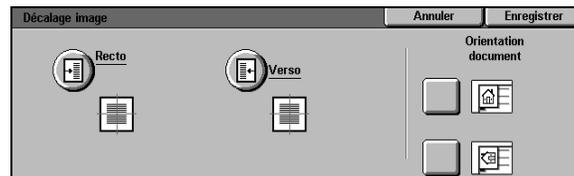

Figure 25 : Écran Décalage image
- 1 Appuyez sur **Décalage image** dans l'onglet Autres fonctions afin d'accéder à l'écran correspondant (voir la figure 25).